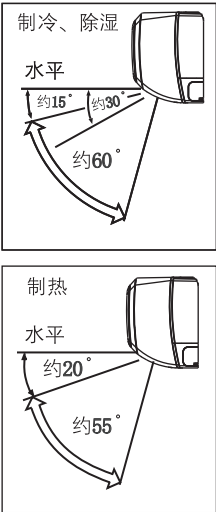

图 23
- (3) 在截止阀与管的喇叭口处涂少许润滑油,然后按图23所示拧紧纳嘴。
(4) 按图23所示用扳手牢固地将纳嘴扳紧,扭矩力按表(5)规定执行。